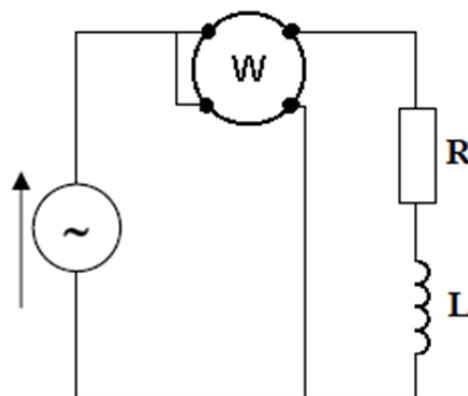

Figure 4 : Mesure de la puissance par un Wattmètre
- 1) Réaliser le montage de la figure 4, et mesurer P.